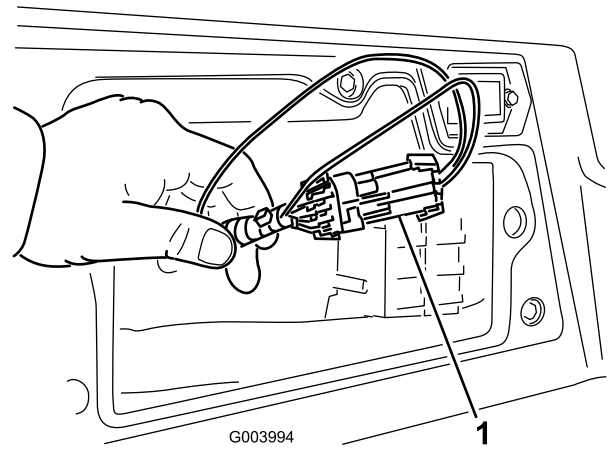

Figura 48
3. Localice el arnés de cables y los conectores, que están situados cerca del controlador (Figura 48).